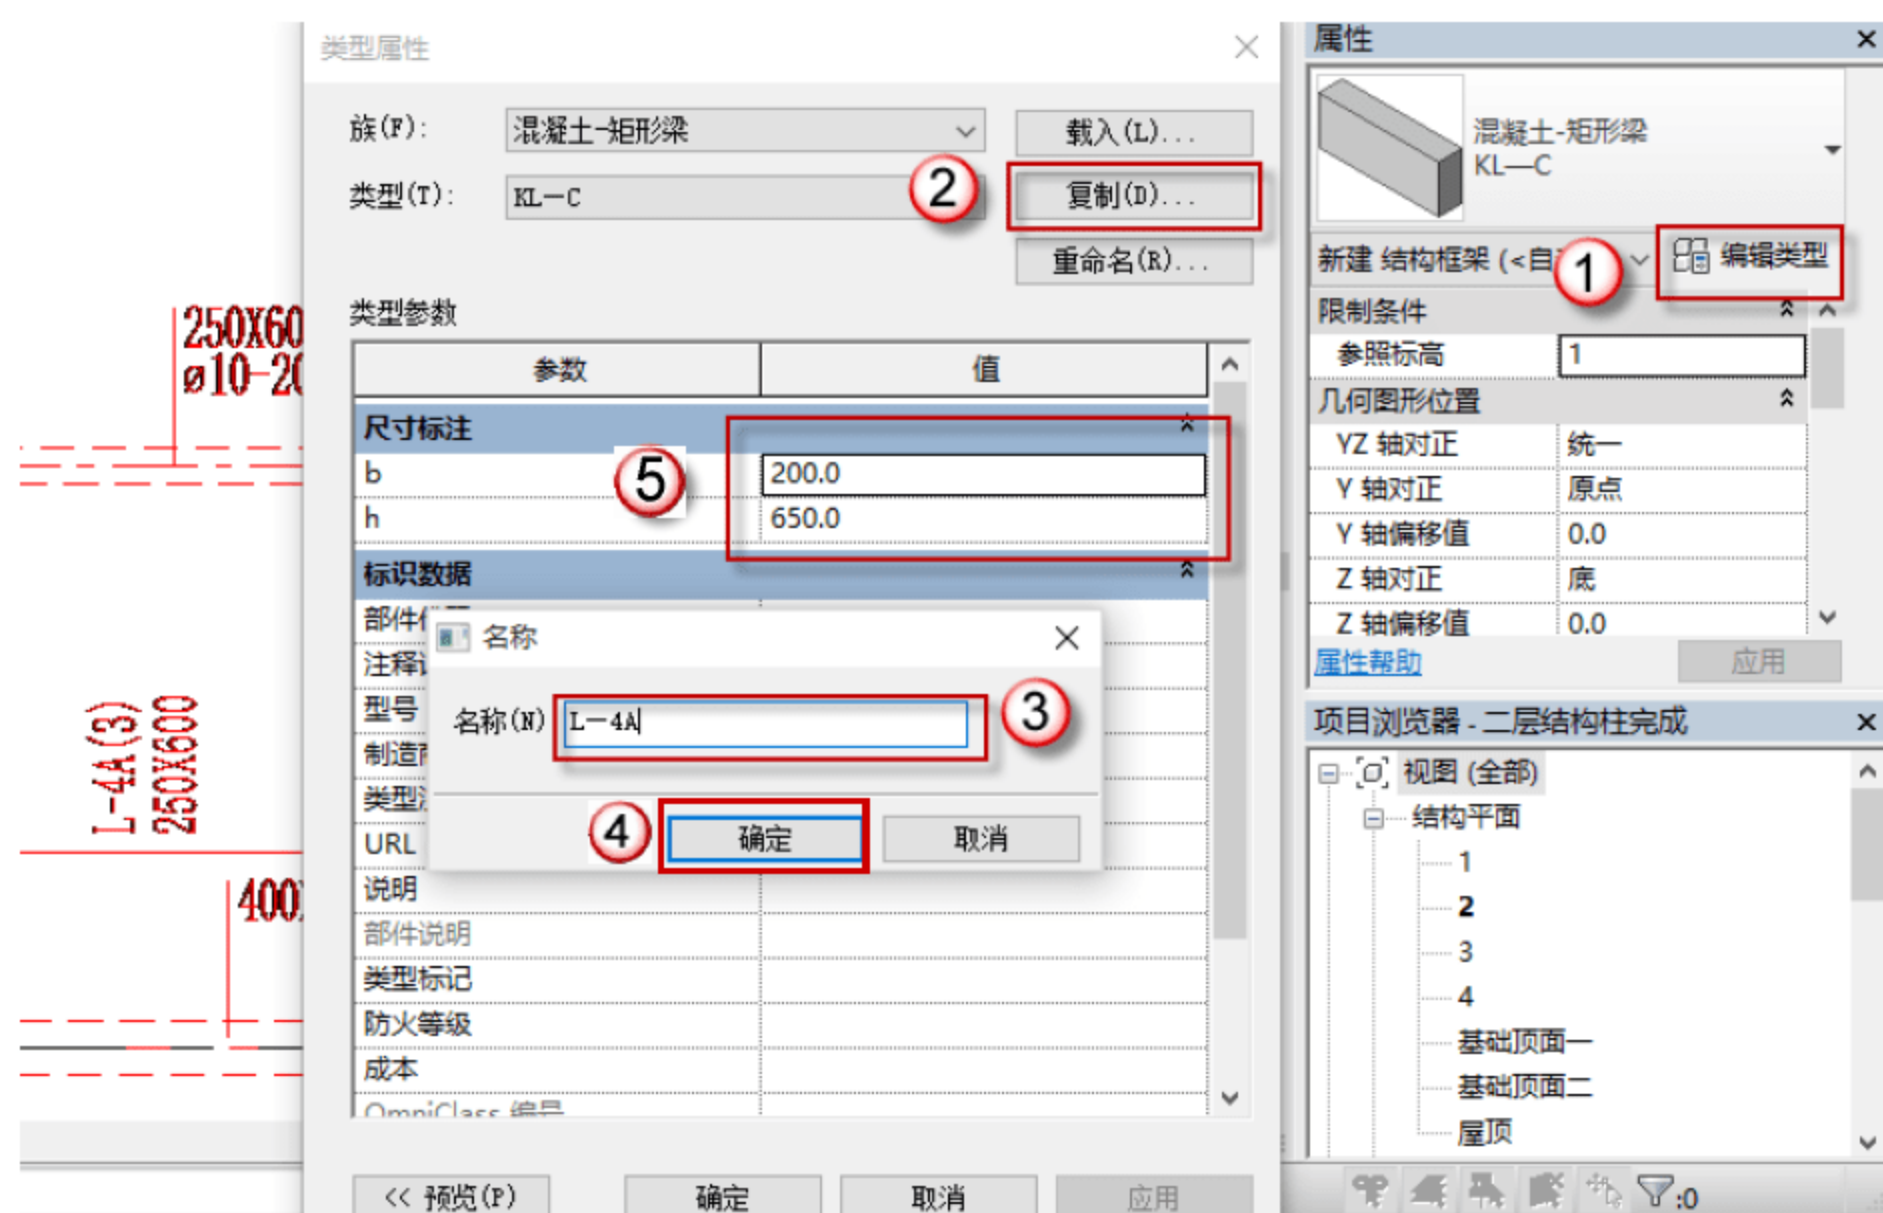

图 4.2.92 设置 L-4A 参数
(17) 设置矩形梁 L-4A 参数, 按快捷键 B+M, 出现绘制的界面, 单击“编辑类型”按钮, 在弹出的对话框中单击“复制”按钮, 再在弹出的对话框中命名新的族 L-4A, 单击“确定”按钮。在“尺寸标注”栏设置参数, 如图 4.2.92 所示。